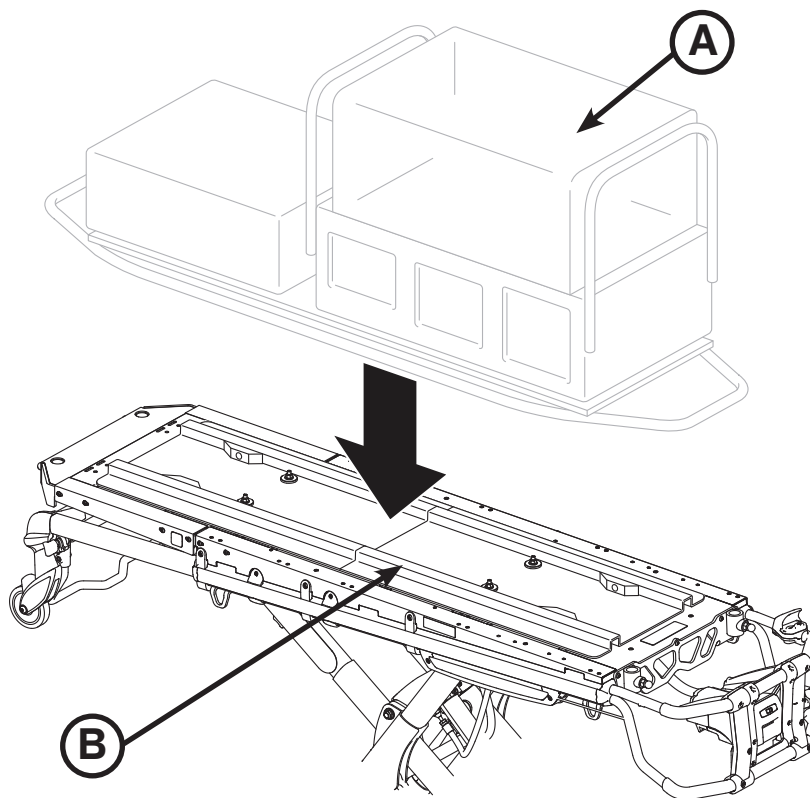

Figure 42 : Installation de l'Aéroluge
1. Utiliser les dispositifs de fixation fournis pour boulonner le socle au cadre du plan de couchage, comme le montre la Figure 42.
2. Introduire l'Aéroluge (A) dans le socle (B) à l'aide du système de loquets inclus avec l'appareil Aéroluge.